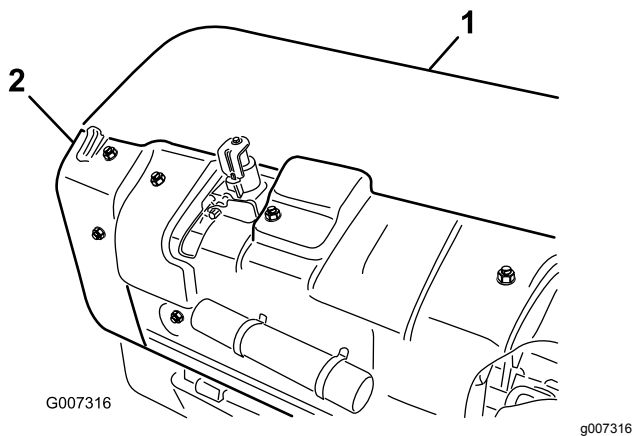

图34
A. 拆下打孔头后盖 图34。
- B. 拆下皮带轮护罩的安装螺栓取下护罩 图34。